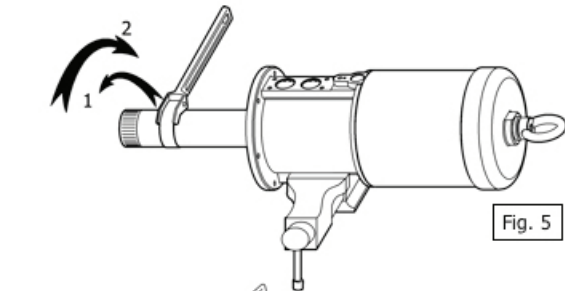

Fig. 5
- 1) Secure the pump in a vice (fig.5), unscrew the suction tube (53) from the pump body (37), use a strap-wrench on the suction tube. Pull first clockwise to break the sealing, and then counter clockwise to loosen and remove the suction tube assembly (fig.5).
- 1) Sätt fast pumpen i ett skruvstycke (fig.5), demontera pumprör (53) från pumpkropp (37) använd en remdragare för att lossa pumpröret. Drag först medsols för att "bryta" tätningsslimet, rotera därefter motsols till pumpröret helt demonterats (fig.5).